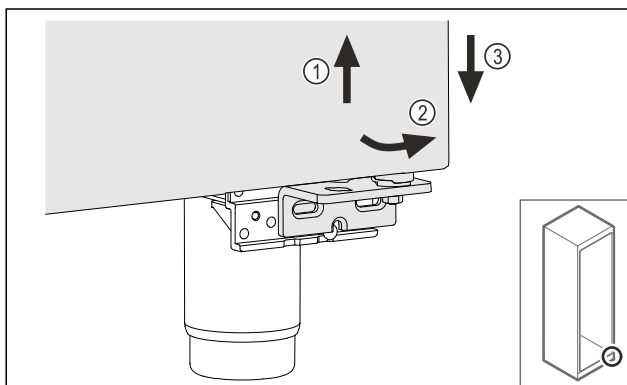

Fig. 23
- Lyft upp dörren något Fig. 23 (1), luta den framåt nedtill Fig. 23 (2) och sänk ned den Fig. 23 (3).